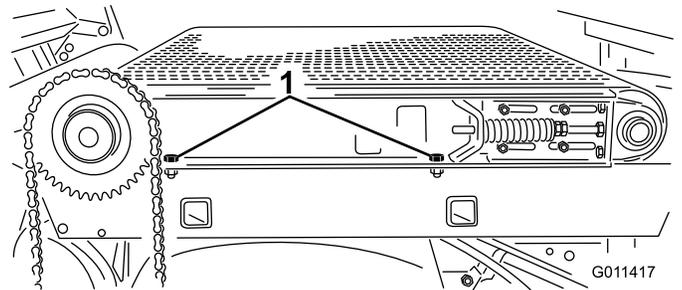

図 34
- 6. 機体の右側でスライダベッドをフレームに固定しているキャップスクリュ (2本)、ワッシャ、ナットをゆるめる (図 34)。スライダを傾けられるように、ボルト類を十分にゆるめる。